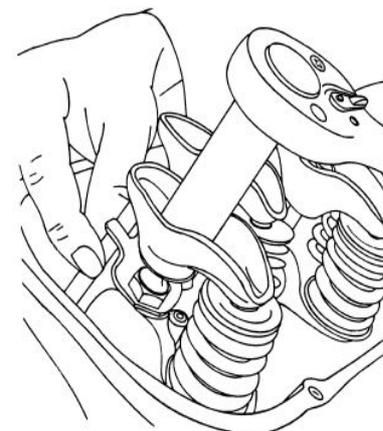

FIGURE 7
3. Desserrer l'écrou de réglage jusqu'à ce qu'on sente un jeu dans la tige de poussoir, puis serrer l'écrou de réglage jusqu'à ce qu'il n'y ait plus de jeu. On peut déterminer s'il y a un jeu en tournant la tige de poussoir tout en tournant l'écrou de réglage. Voir la figure 7. Une fois le jeu éliminé, serrer l'écrou de réglage 1/2 tour de plus pour centrer le piston de poussoir.